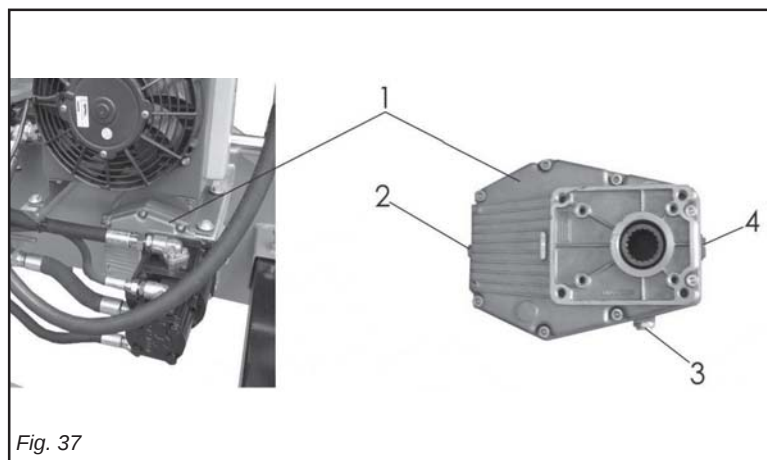

Fig. 37
Sostituire l'olio nel moltiplicatore di giri (1 Fig. 37) agendo nel modo seguente:
- 2) togliere il tappo di scarico (3 Fig. 37) e fare uscire l'olio;
- 3) rimettere il tappo (3 Fig. 37);
- 4) togliere il tappo di livello (4 Fig. 37);
- 5) togliere il tappo di carico (2 Fig. 37) ed immettere olio tipo ROTRA 80/90 oppure olio tipo API GL5 SAE-MP80W90 (o altro con uguali caratteristiche);
- 6) appena l'olio affiora dal foro (4 Fig. 37) interrompere l'alimentazione (q.tà lt. $\approx 1,25$ oppure lt. $\approx 1,70$ se l'allestimento è con soffiatore munito di impianto indipendente SPDM o SPDE);
- 7) rimettere il tappo di livello (4 Fig. 37);
- 8) rimettere il tappo di carico (2 Fig. 37).
Change the oil in the overdrive (1 Fig. 37) by proceeding in the following way:
- 2) remove the drain plug (3 Fig. 37) and allow the oil to drain out;
- 3) fit the plug back in place (3 Fig. 37);
- 4) remove the level plug (4 Fig. 37);
- 5) remove the fill plug (2 Fig. 37) and pour in ROTRA 80/90 type oil or API GL5 SAE-MP80W90 type oil (or another oil with equal characteristics);
- 6) stop filling as soon as the oil reaches the top of the hole (4 Fig. 37) (q.ty ≈ 1.25 l. or ≈ 1.70 l. if the machine is the SPDM or SPDE type, equipped with a fan and independent system);
- 7) fit the level plug back in place (4 Fig. 37);
- 8) fit the fill plug back in place (2 Fig. 37);
Schimbați uleiul din multiplicator (1 Fig. 37) procedând în felul următor:
- 2) îndepărtați capacul orificiului de golire (3 Fig. 37) și goliți uleiul;
- 3) reasezați capacul (3 Fig. 37);
- 4) îndepărtați capacul orificiului de nivel (4 Fig. 37);
- 5) îndepărtați capacul orificiului de umplere (2 Fig. 37) și introduceți ulei de tipul ROTRA 80/90 sau de tipul API GL5 SAE-MP80W90 (sau un alt tip cu caracteristici identice);
- 6) când uleiul ajunge la gura orificiului (4 Fig. 37) opriți-vă (cantitatea aproximativă în litri este 1,25 sau 1,70 dacă dotarea este cu suflantă dotată cu instalație independentă SPDM sau SPDE);
- 7) reasezați capacul orificiului de nivel (4 Fig. 37);
- 8) reasezați capacul orificiului de umplere (2 Fig. 37).